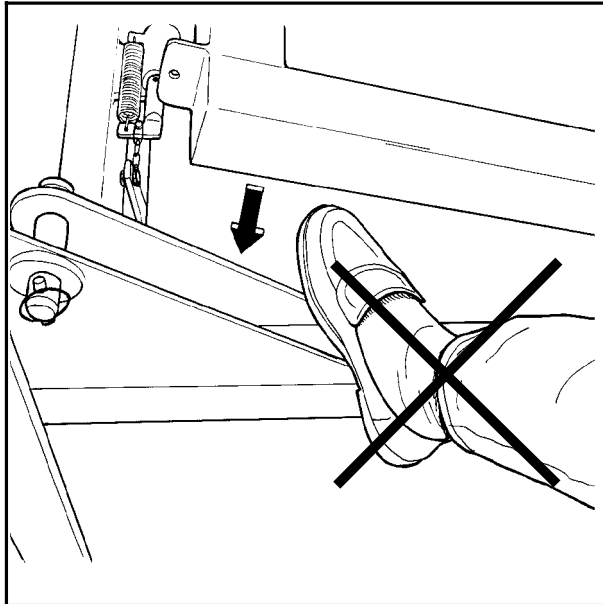

Fig. 2-2
2. Når ballen er ferdig pakket og tippet av maskinen, må bordet tippes ned og låses før neste ball kan pakkes. Når mellomrammen med rullebordet senkes, oppstår det klemfare mellom mellomrammen og hovedrammen på hver side og i bakkant av maskinen. Hold derfor fingre og føtter på god avstand. (Fig. 2-2).